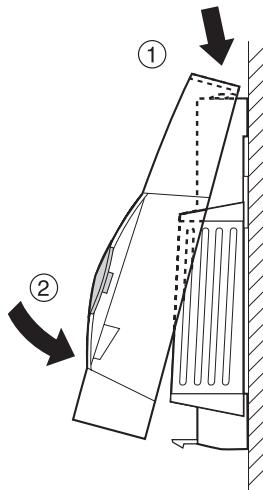

Fig. 14: Așezarea capacului carcasei în poziție
- ▶ Așezați capacul carcasei în poziția de sus și închideți-l în jos (vezi Fig. 14).
- ▶ Așezați capacul carcasei în poziția de sus și închideți-l în jos (vezi Fig. 14, Pagina 48).
- ▶ Fixați capacul carcasei în partea de sus și blocați-l apăsându-l în jos (vezi Fig. 14, Pagina 48).